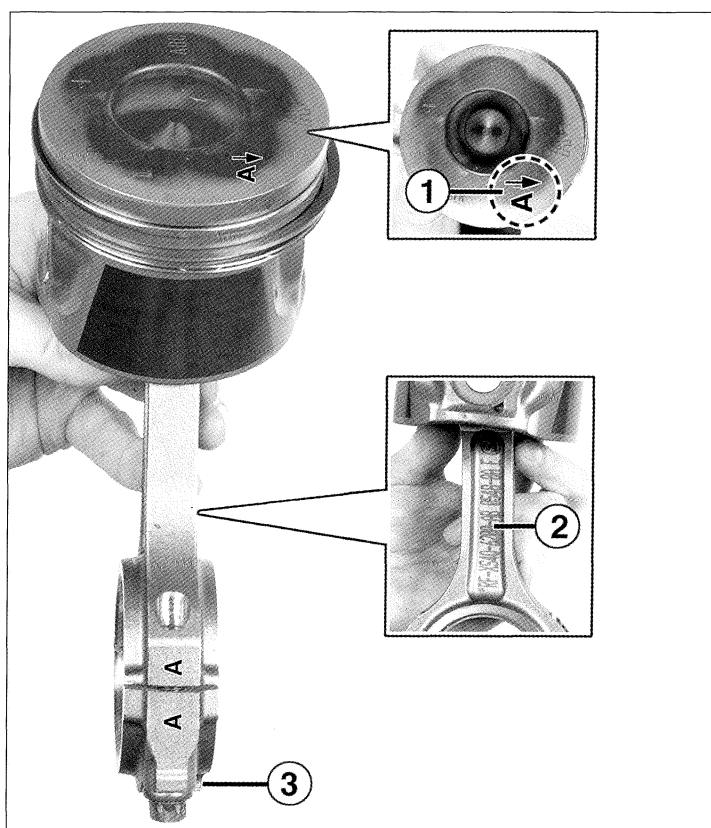

FIG. 47
- Realizar el montaje de los conjuntos biela y pistón. Poner del mismo lado la flecha grabada en la cabeza de pistón (1), al lado de la marca de clase, con la referencia de la biela (2) y el nervio cuadrado de la tapa (3) (**fig. 47**). El conjunto debe estar dirigido hacia la distribución.